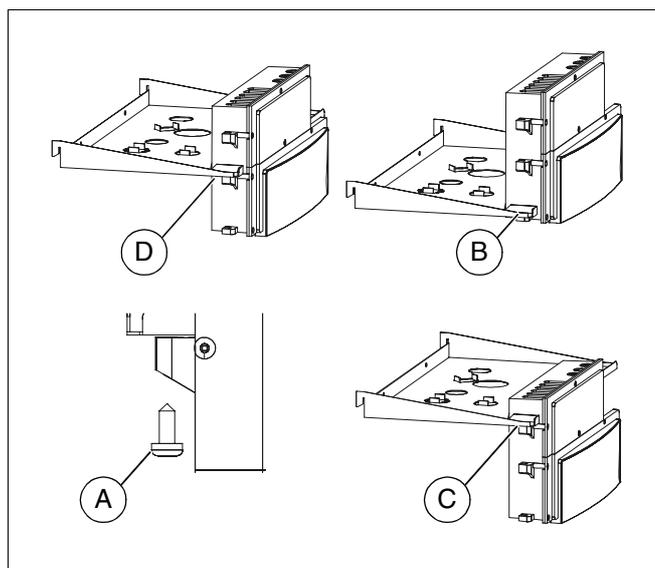

Fig. 23 Eseguire i lavori di preparazione
Per semplificare i lavori di manutenzione, il pannello di comando si può fissare, oltre che nella posizione normale (fig. 23, **pos. D**) anche in una posizione alta ed in una bassa.
- Per il collegamento idraulico, fissare il pannello di comando nella posizione alta. Svitare le tre viti (fig. 23, **pos. A**) per il fissaggio del pannello di comando, allinearle quindi in corrispondenza dei fori più in basso (fig. 23, **pos. B**) e fissarlo in questa posizione.